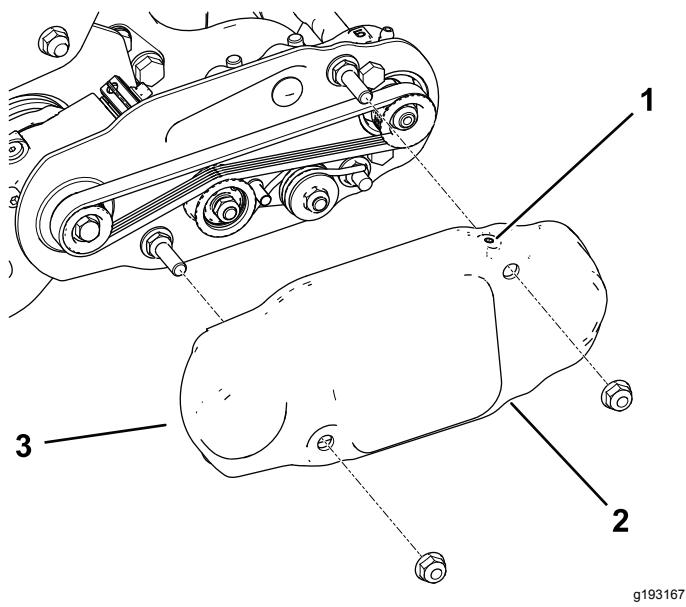

Рисунок 16
- Наденьте кожух ремня на монтажные болты и закрепите его двумя фланцевыми гайками (Рисунок 16).